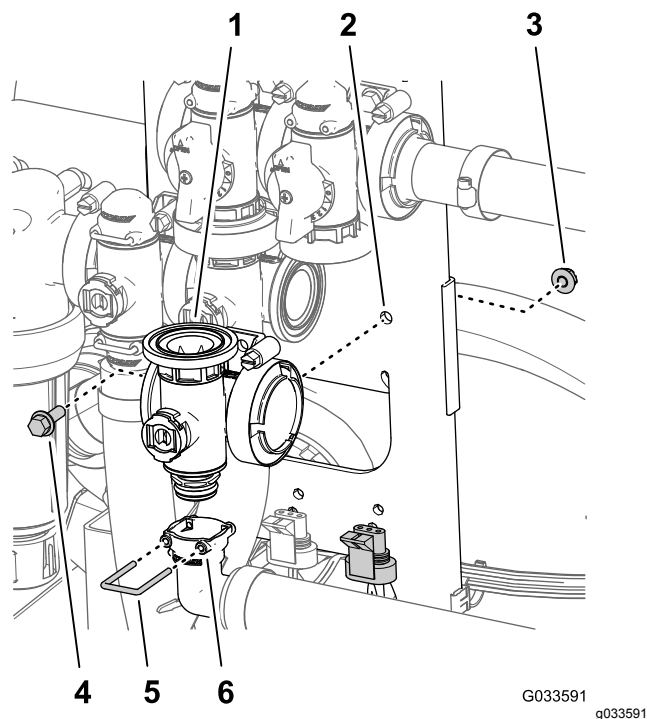

Рисунок 115
2. Снимите держатель, который крепит прямоугольный выпускной штуцер к муфте коллектора главного клапана стрелы (Рисунок 115).
3. Отверните болт с фланцевой головкой ($\frac{1}{4} \times \frac{3}{4}$ дюйма) и фланцевую контргайку ($\frac{1}{4}$ дюйма), с помощью которых главный клапан стрелы присоединяется к опоре крепления клапанов и снимите коллектор клапана с машины (Рисунок 115).